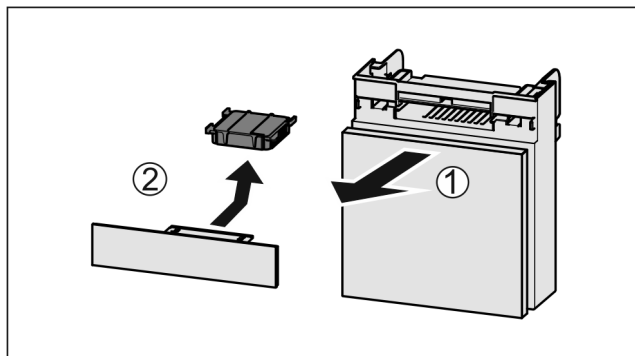

Fig. 153
- Estrarre il vano tirando in avanti Fig. 153 (1).
- Rimuovere il filtro a carboni attivi Fig. 153 (2).